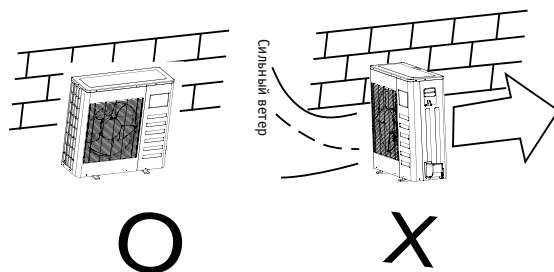

Рис. 12
- Если блок может подвергаться воздействию сильного ветра, например на морском побережье, то необходимо обеспечить беспрепятственную работу вентилятора. В этом случае блок можно разместить параллельно стене здания или установить соответствующие дефлекторы (см. рис. 12).
- Минимально допустимое расстояние между наружным блоком и препятствиями, указанное в инструкции, не означает, что блок можно размещать в воздухонепроницаемом помещении. Две из трех сторон блока должны быть открыты для свободного прохода воздуха (см. рис. 12).